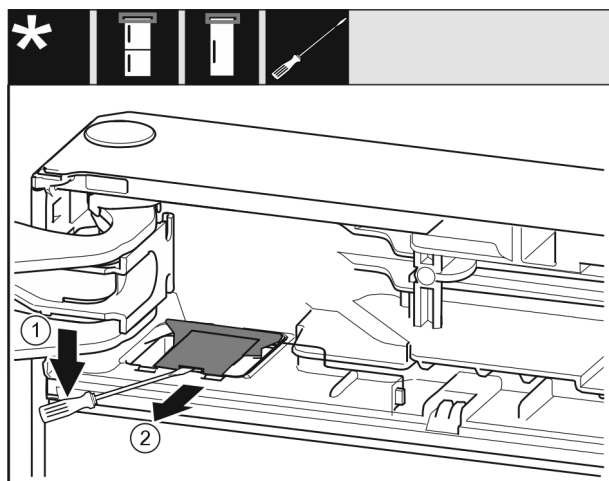

Fig. 14
- Cu o șurubelniță plată deblocați capacul Fig. 14 (1).
- Îndepărtați capacul Fig. 14 (2).